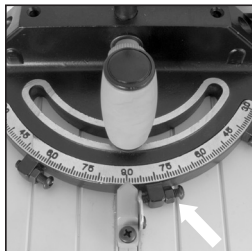

Abb. 24
- Lösen Sie die Feststelmutter der Indexschraube (**Fig. 24**).